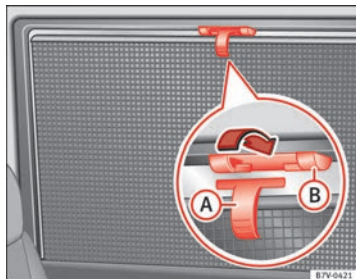

Abb. 64 Im hinteren rechten Fenster: Sonnenschutzrollo.
- Sonnenschutzrollo am hervorstehenden Griff ⇒ Abb. 64 **A** ganz nach oben ziehen.
- Zum Einrollen Sonnenschutzrollo oben aushängen und von Hand nach unten führen ⇒ ④.